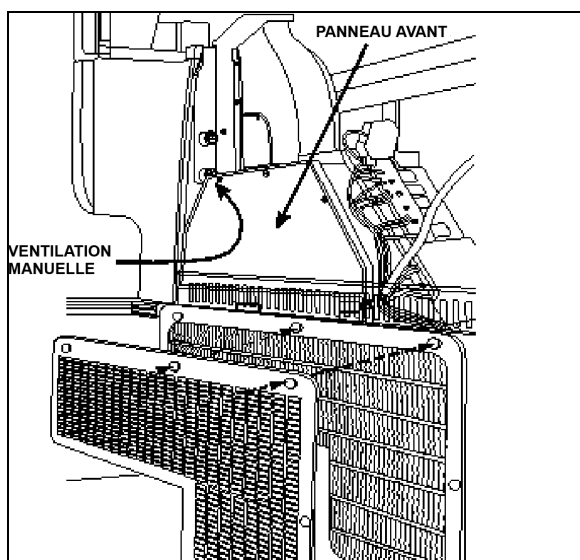
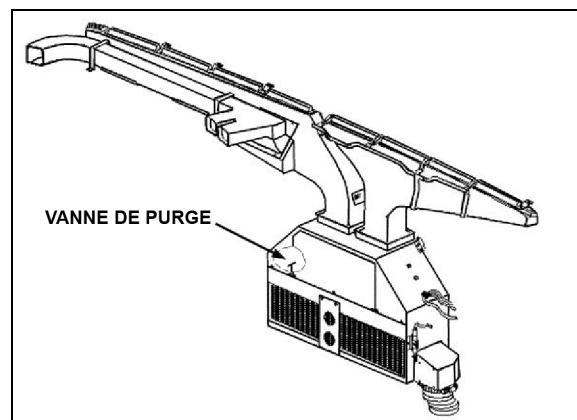
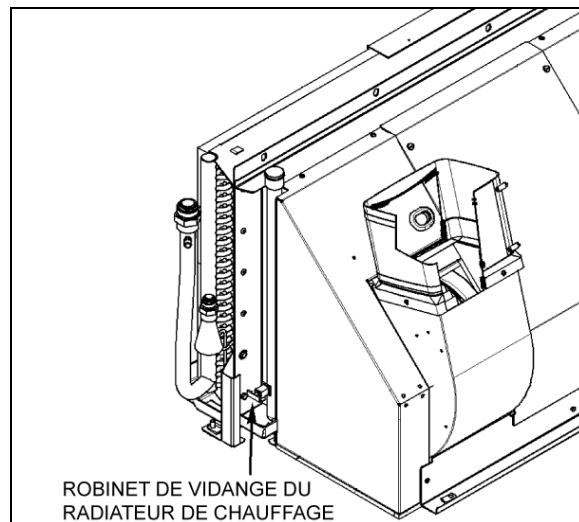

FIGURE 73 : UNITÉ DE CVC/DE DÉGIVRAGE DU CONDUCTEUR
FIGURE 74: CIRCULATION DE L'AIR DE L'UNITÉ DE CONDUCTEUR
FIGURE 79: EMBLACEMENT DU ROBINET DE VIDANGE DU RADIATEUR DE CHAUFFAGE
L'air neuf entre par l'arrière des phares de droite (séries H3) ou par la boîte de répartition d'air sous le compartiment de service avant (séries X3) et pénètre dans la boîte de mélange par l'intermédiaire d'un clapet qui peut s'ouvrir et se fermer. Le retour d'air entre par la console de droite dans la boîte de mélange. (Figure 74) Le mélange d'air passe par les serpentins de refroidissement et de chauffage, par les ventilateurs et par les tuyaux d'évacuation.
4. Depuis l'intérieur du véhicule, démonter les deux panneaux de finition à l'avant de l'unité. Enlever les trois vis qui fixent le panneau avant de l'unité. Ouvrir le robinet de vidange situé à de l'unité du conducteur. (Figure 74). Pour un drainage plus efficace, ouvrir l'évent manuel situé du côté conducteur de l'unité de CVC, s'il y en a un (FIGURE 73).
4. Ouvrir le robinet de vidange en bas du radiateur de chauffage (Figure 79). Il est possible de détacher un raccord de flexible en haut du radiateur de chauffage afin de laisser l'air entrer pendant la vidange. Le robinet de vidange principal du radiateur de chauffage se trouve dans le compartiment de l'évaporateur. Pour accéder à la soupape sur les véhicules de série X, ouvrir la porte du compartiment à bagages situé en face du compartiment de l'évaporateur (côté gauche). Ouvrir le panneau d'accès au compartiment de l'évaporateur.
Il est nécessaire de purger l'air du système de chauffage lorsque le système de chauffage a été vidangé et rempli ou après un manque de liquide et un ajout. Repérer le robinet de purge illustré à la Figure 74 et à la Figure 79, l'ouvrir et le maintenir ouvert jusqu'à ce qu'il n'y ait plus d'air qui sorte des tuyaux. Pour un drainage plus efficace, ouvrir l'évent manuel situé du côté conducteur de l'unité de CVC, s'il y en a un (FIGURE 73).